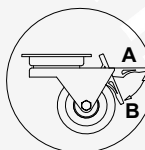

Abb.4 Fahrbarer Radsatz
- Die Anlage auf einer ebenen und ausfühlich fester Grundlage stellen, dann mit den Beinen justieren. Bei fahrbaren Anlagen die Räder sperren, um der Verschiebung bei dem Betrieb vorzubeugen Abb.4 (S.31)
7. Vorderscheibe der Vitrine einbauen Abb.4/5 (S.24)